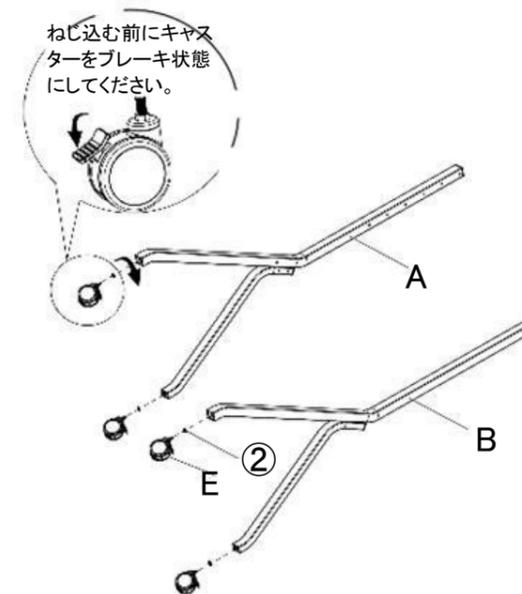

図1
キャスターをブレーキ状態にして、スタンドにねじ込みます。ワッシャ②を忘れずに取り付けて下さい。(図1)